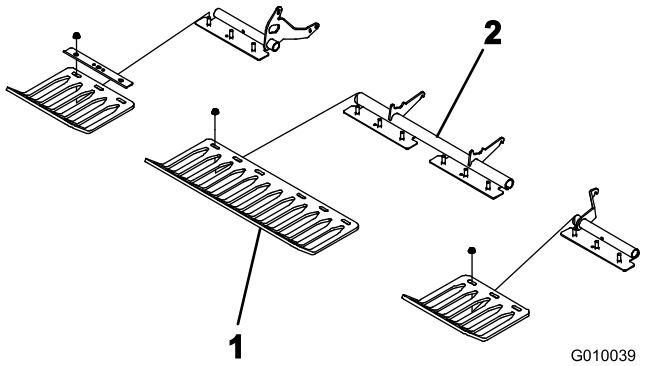

图23
4. 使用4个护草板夹具和12个凸缘螺母将护草板松松地安装到护草板支架上图23。切勿将紧固件拧得过紧。
**注意** 护草板夹具和凸缘螺母在出厂时已固定到护草板支架上图23。